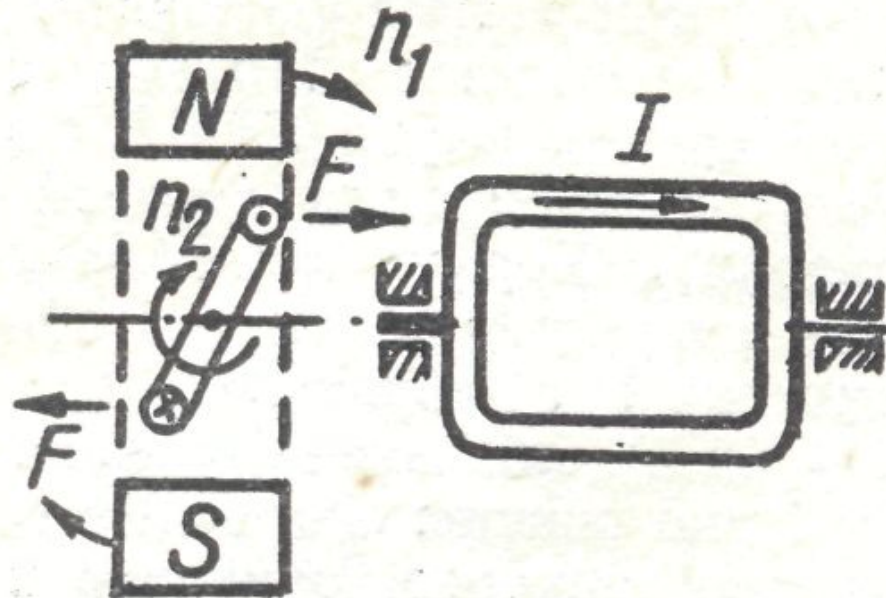

Рис. 18-2. Короткозамкнутый виток во вращающемся магнитном поле.
- Расположим во вращающемся магнитном поле укрепленный на оси замкнутый виток провода (рис. 18-2). Согласно закону электромагнитной индукции, в витке будет индуцироваться эдс ($e = Blv$). *Направление тока в витке, вызванного этой эдс, определим по правилу правой руки. Согласно закону Ампера, на проводник с током в магнитном поле действует сила $F = BI$. Направление силы определим по правилу левой руки — она направлена в сторону вращения магнитного поля.*